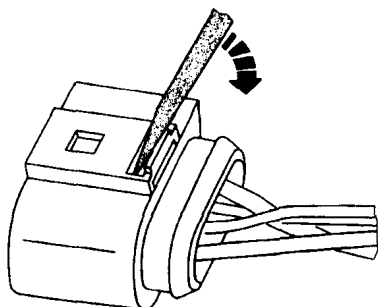

图 1-6 拆卸四孔插头
6) 如图 1-6, 小心地松开并拔下 4 孔插头。
① 拧下后备箱地毯下面连接法兰护板上的螺栓。
② 按图 1-6 箭头所示, 小心地松开插头, 并拔下 4 孔插头。
7) 小心地松开并拔下4孔插头(图1-6)。